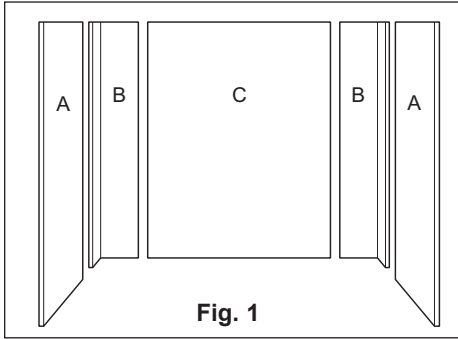

Fig. 1
3. Trial install all panels with masking tape as illustrated in **Fig. 1**.
b) Place one end panel (A) on the wall opposite the plumbing end, resting on the bathtub ledge and within 3 mm (1/8") of the front edge of the bathtub.
c) Cut a cardboard template from the packing carton to the correct height and width for the end panel (A), which will have the plumbing fixtures.
3. Installer provisoirement les panneaux avec du ruban à masquer, tel qu'illustré à la **Fig. 1**.
c) Découper, dans le carton d'emballage, un gabarit correspondant aux dimensions du panneau latéral (A) sur lequel se trouvera la robinetterie.
2. Realice un trazo vertical con lápiz en el centro del muro del fondo y sobre el reborde delantero de la bañera. Marque el centro del panel del fondo (C).
3. Instale provisionalmente los paneles con cinta adhesiva protectora, tal como se muestra en la **Fig. 1**.
a) Coloque el panel del fondo (C) teniendo cuidado de alinear su centro con la parte media del muro del fondo. Si hay una ventana, asegúrese de que no interfiera con una parte realizada (moldeada) del panel. Debe asegurarse también de transferir las medidas exactas de la ventana antes de cortar la forma de la ventana en el panel. Si lo desea, el panel del fondo puede cortarse para ser colocado detrás del encuadre de la ventana.
b) Coloque uno de los paneles del extremo (A) sobre el muro opuesto a la grifería, a 3 mm (1/8") del reborde delantero de la bañera, asentando el reborde inferior del panel sobre el reborde de la bañera.
c) Utilizando la caja de cartón, recorte una plantilla que corresponda a las dimensiones del panel lateral (A) sobre el cual se ubicará la grifería.